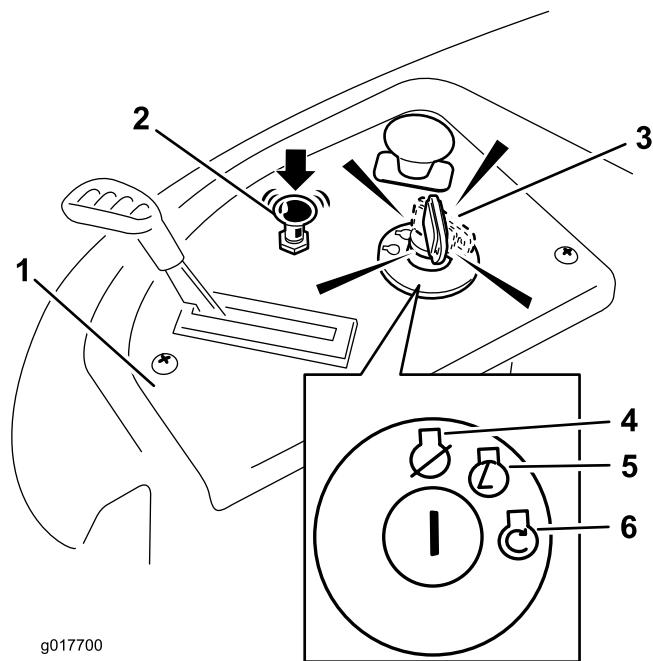

Figura 14
- Gire la llave de contacto a Arranque para activar el motor de arranque. Cuando el motor arranque, suelte la llave (Figura 14).
- Cuando el motor haya arrancado, empuje el control del estárter hacia abajo (Figura 14). Si el motor se cala o funciona irregularmente, tire hacia arriba del control del estárter y deje funcionar el motor durante unos segundos. Luego empuje el control del estárter hacia abajo. Repita este procedimiento tantas veces como sea necesario.
3. Gire la llave de contacto a la posición de Desconectado (Figura 14) y retire la llave.